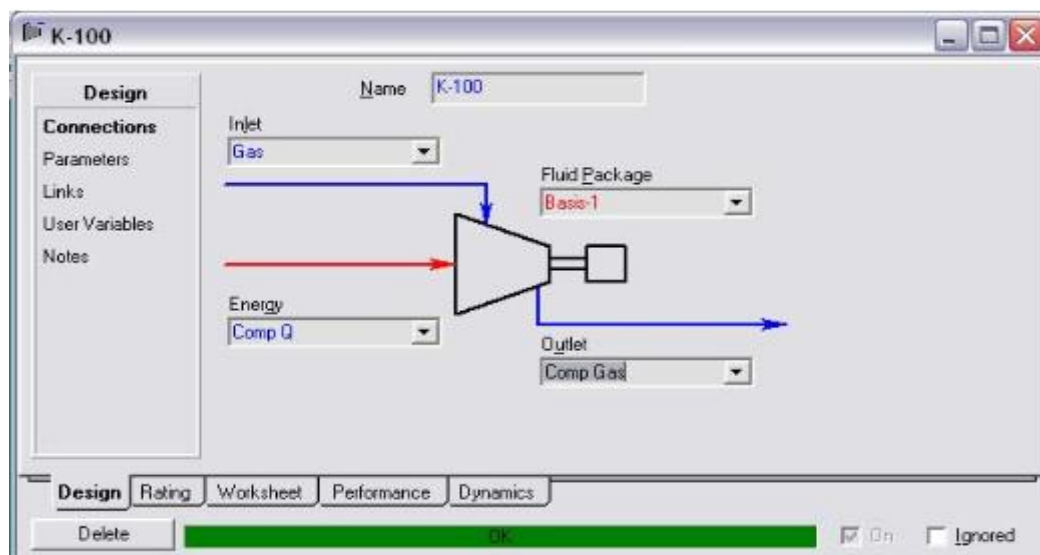

Fig.V.4
- Double-clic sur le compresseur et entrer les informations indiquées sur la Figure V.4,